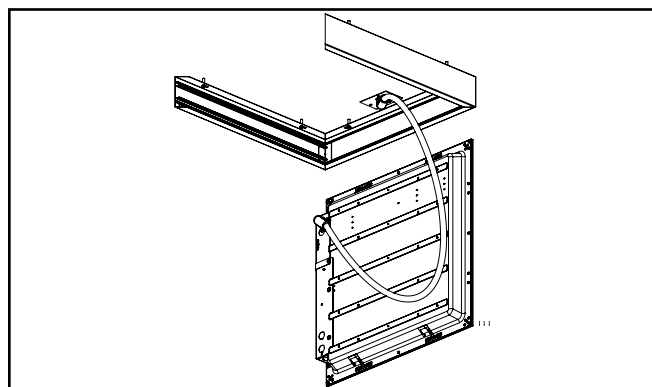

Figura 7.
- A7. Use un conducto de metal flexible con conectores de conducto de 90 grados para llevar los conductores de suministro al compartimiento de cableado en la parte posterior de la luminaria. Cablee de acuerdo con las instrucciones incluidas con la luminaria. (Figura 7.)